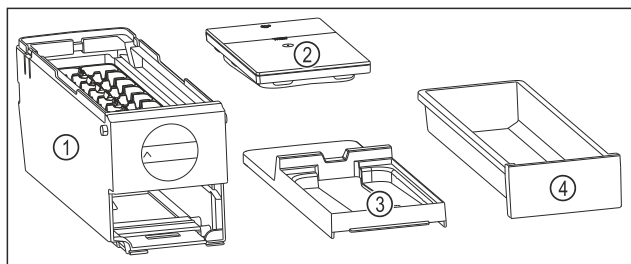

Fig. 107 Componenti dell'EasyTwist-Ice
- ▶ L'EasyTwist-Ice è scomposto in quattro parti. (vedere *Fig. 107*)
- ▶ Smontare l'EasyTwist-Ice scomponendo solo gli elementi rappresentati in figura. (vedere *Fig. 107*)
- ▶ Pulire l'intero corpo dell'EasyTwist-Ice *Fig. 107 (1)*.